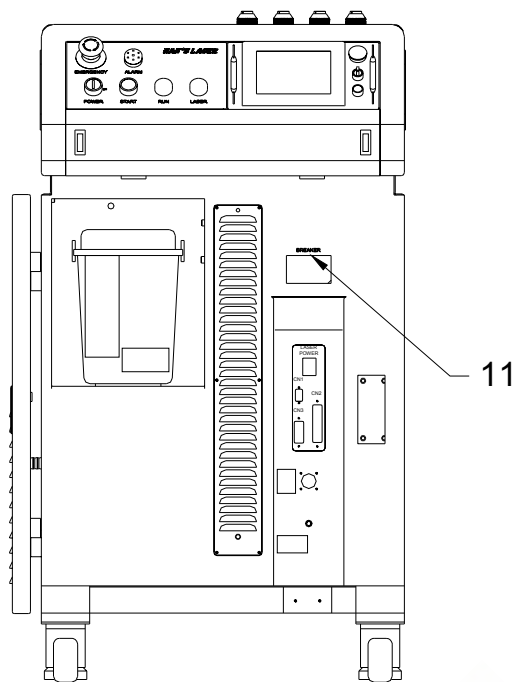

图 5-11 主机操作面板示意图
2、空气开关(BREAK)的位置如图5-11所示，向上扳动空气开关是打开空气开关，向下扳动是关闭空气开关。